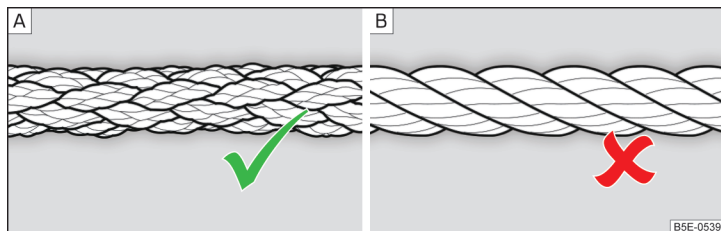

Abb. 166 Geflochtenes Abschleppseil / Gewundenes Abschleppseil
Zum Abschleppen ist ein geflochtenes Abschleppseil zu verwenden » Abb. 166 - A.
- Zum Abschleppen ist kein gewundenes Abschleppseil zu verwenden » Abb. 166 - B, die Abschleppöse könnte sich am Fahrzeug herausdrehen - es besteht Unfallgefahr.